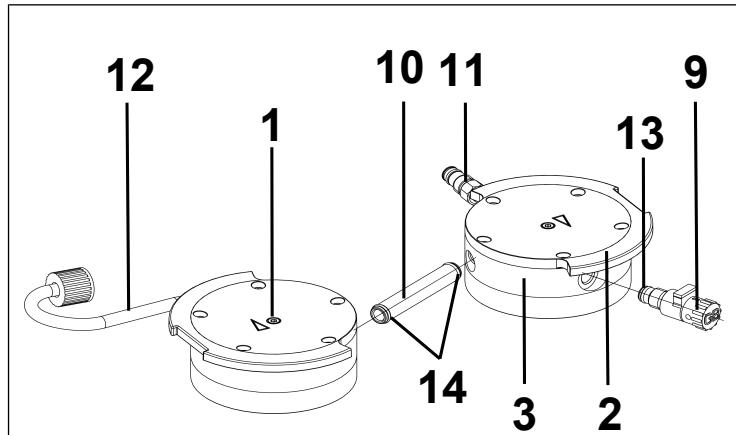

Abb.14: O-Ringe wechseln
2. Ziehen Sie das Verschaltungsrohr (10/Abb. 14) aus dem Kopfdeckel (3) heraus.
- i** Die beiden Schlauchverbindungen (11) und (12) bleiben in den Kopfdeckeln montiert.
3. Tauschen Sie die beiden O-Ringe (14) am Verschaltungsrohr (10/Abb. 14) aus.
4. Lösen Sie jeweils die innenliegende Kopfschraube (1) an beiden Pumpenköpfen.
5. Nehmen Sie die beiden Druckplatten (2) zusammen mit den beiden innenliegenden Kopfschrauben (1) ab.
6. Schrauben Sie den Gasballast (9/Abb. 14) aus dem Kopfdeckel (3) heraus.
7. Tauschen Sie den O-Ring (13) am Gasballast (9/Abb. 14) aus.
8. Schrauben Sie den Gasballast (9/Abb. 14) bis zum Anschlag in den entsprechenden Kopfdeckel (3) ein. Drehen Sie ihn anschließend wieder zurück bis die Fläche nach oben orientiert ausgerichtet ist.
**i** Bei der Pumpe werden die Ventilplatten/Dichtungen (4) nacheinander gewechselt.
1. Nehmen Sie den Kopfdeckel (3) von der Zwischenplatte (6) ab.
2. Nehmen Sie die alte Ventilplatten/Dichtungen (4) ab.
3. Reinigen Sie die Zwischenplatte (6) vorsichtig (falls Ablagerungen vorhanden).
4. Setzen Sie die neuen Ventilplatten/Dichtungen (4) in entsprechende Sitze der Zwischenplatte (6) ein.
6. Entsorgen Sie die ausgewechselten Ventilplatten/Dichtungen (4) sachgerecht.
7. Stecken Sie das Verschaltungsrohr (10/Abb. 14) wieder in die Kopfdeckel (3).